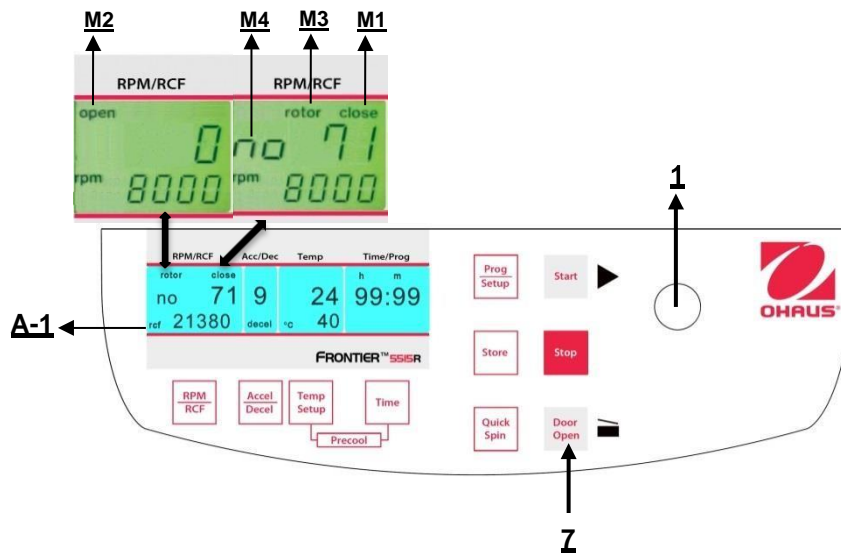

Figura 15
Dopo il funzionamento, quando il coperchio della centrifuga è chiuso, appare la parola "**close**" (M1) sul display "**RPM | RCF**" (A-1). Inoltre, se vi è un rotore nella centrifuga, appare la parola "**rotor**" (M3) e anche il numero di codice del rispettivo rotore che si trova all'interno del sistema centrifugo "**71**" (M4). Se nella centrifuga non vi è alcun rotore, la parola "**rotor**" (M3) lampeggia e appare la parola supplementare "**no**" (M4). Premendo il tasto "**Door Open**" (7), si può rilasciare il coperchio della centrifuga. Non appena il coperchio elettromagnetico è completamente rilasciato, appare la parola "**open**" (M2). Adesso è possibile aprire il coperchio della centrifuga. Fare riferimento alla figura 15 qui di seguito per riferimento.
Il coperchio deve solo essere abbassato leggermente. Un bloccaggio elettromagnetico del coperchio fa chiudere il coperchio stesso, e allo stesso tempo scompare la parola **"open"** (M2) (fare riferimento alla figura 15). Quale segnale che la centrifuga è pronta per essere avviata, il display **"RPM | RCF"** (A-1) visualizza la parola **"close"** (M1). Allo stesso tempo, si visualizza la parola **"rotor"** (M3), come il numero di codice del rotore che si trova nell'impianto della centrifuga, **"no 71"** (M4). Con questo, tutti i dati specifici del rotore, quali, per esempio, la velocità max. l'accelerazione, ecc. sono adottati.